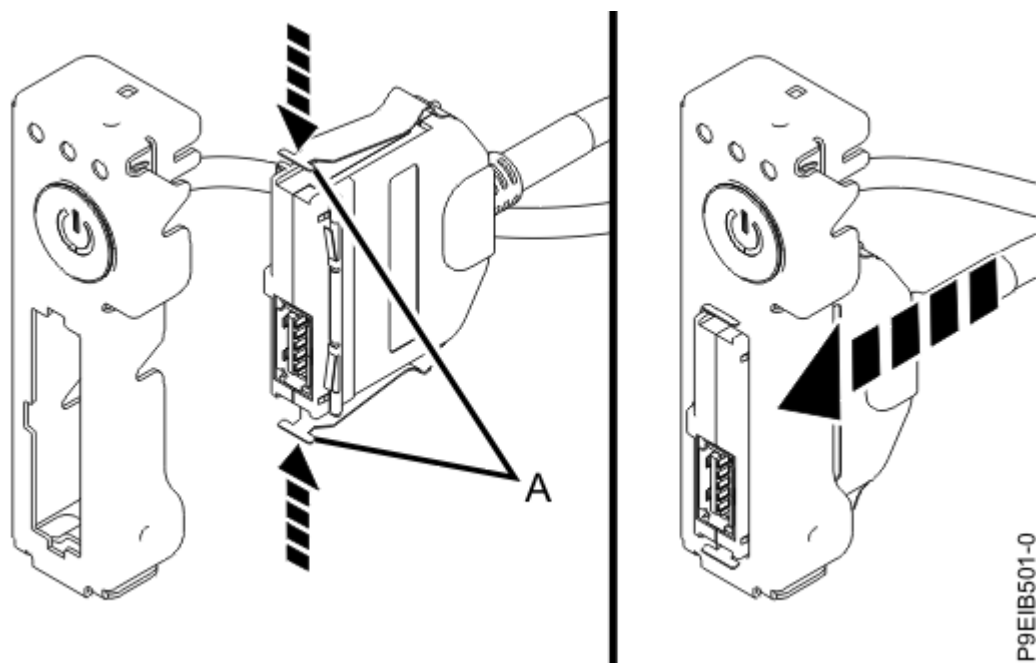

Figura 108. Conexión del conector y cable USB al interruptor de alimentación
3. Mientras presiona los pestillos **(A)**, conecte el conector y cable USB al interruptor de alimentación, tal como se muestra en la Figura 108 en la página 124.